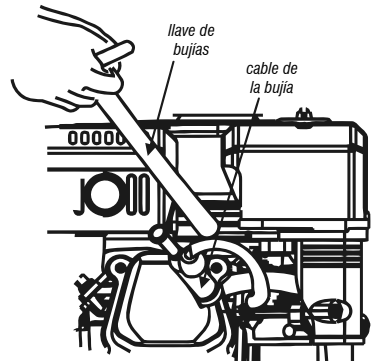

Fig. 34
- d. Usando una llave de bujías, quítela (Fig. 34).